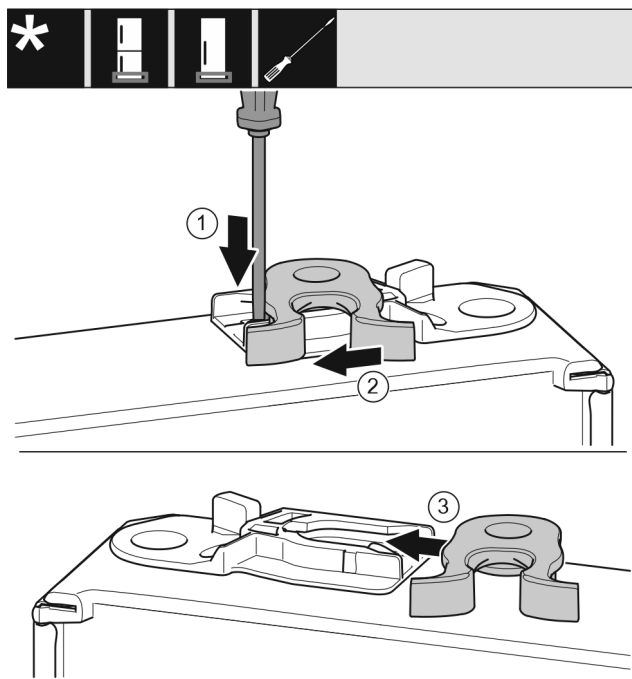

Fig. 31
- ▶ Lasche Fig. 31 (1) mit Schlitzschraubendreher nach unten drücken.
- ▶ Schließhaken Fig. 31 (2) aus Führung ziehen.
- ▶ Schließhaken Fig. 31 (3) auf anderer Seite in Führung schieben.